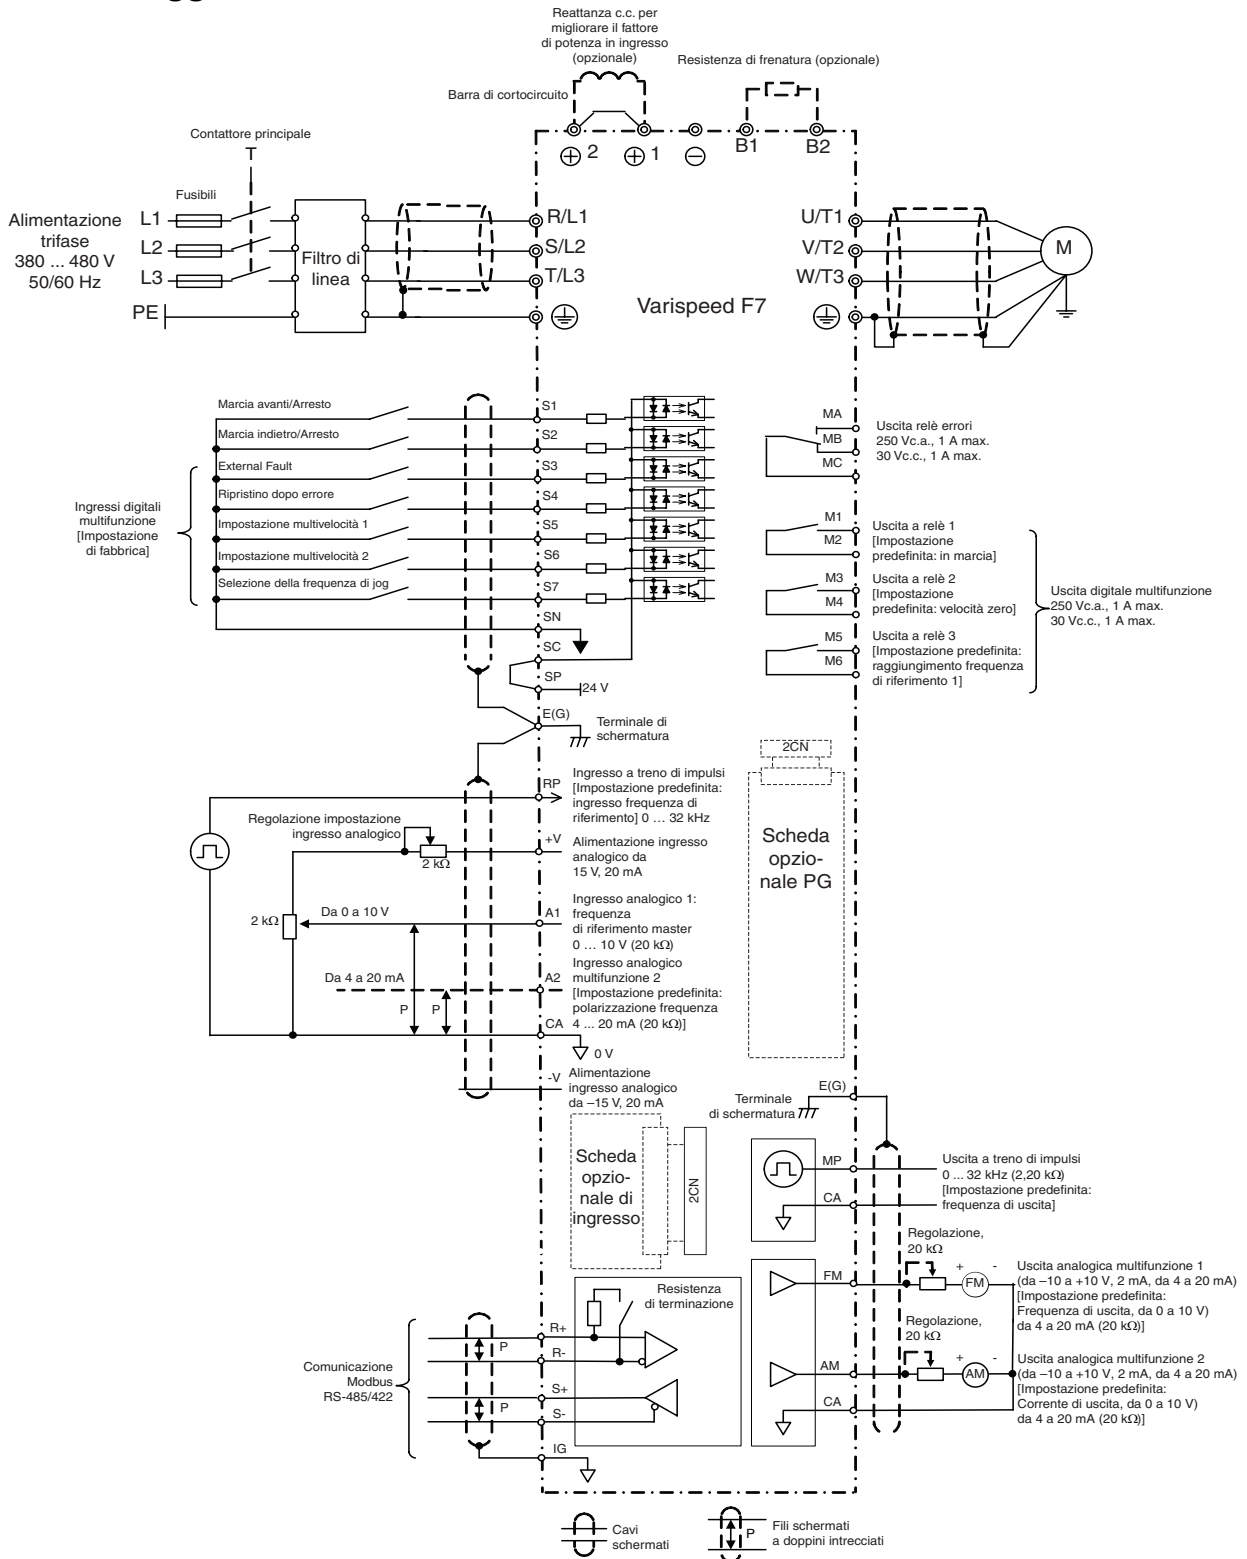

Fig 4 Schema di cablaggio
- Nella Fig 4 viene illustrato il cablaggio degli ingressi digitali da S1 a S7 per il collegamento di contatti o transistor NPN (comune 0 V e modalità NPN). Si tratta dell'impostazione predefinita. Per il collegamento di transistor PNP o per l'uso di una alimentazione esterna da 24 V, fare riferimento alla Tabella 3.